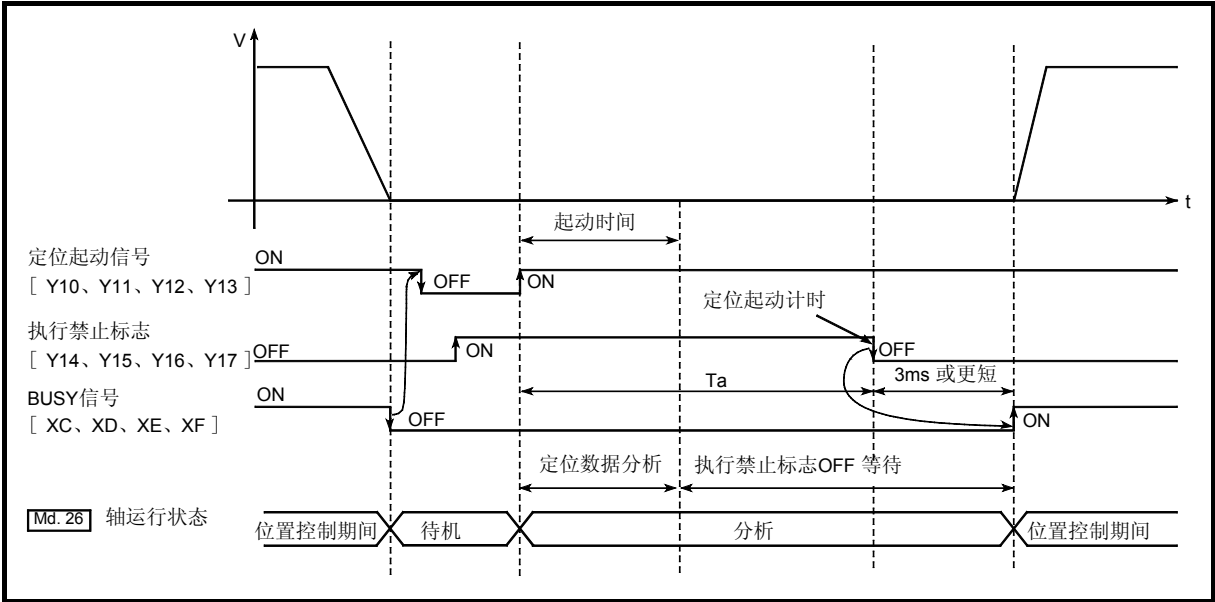
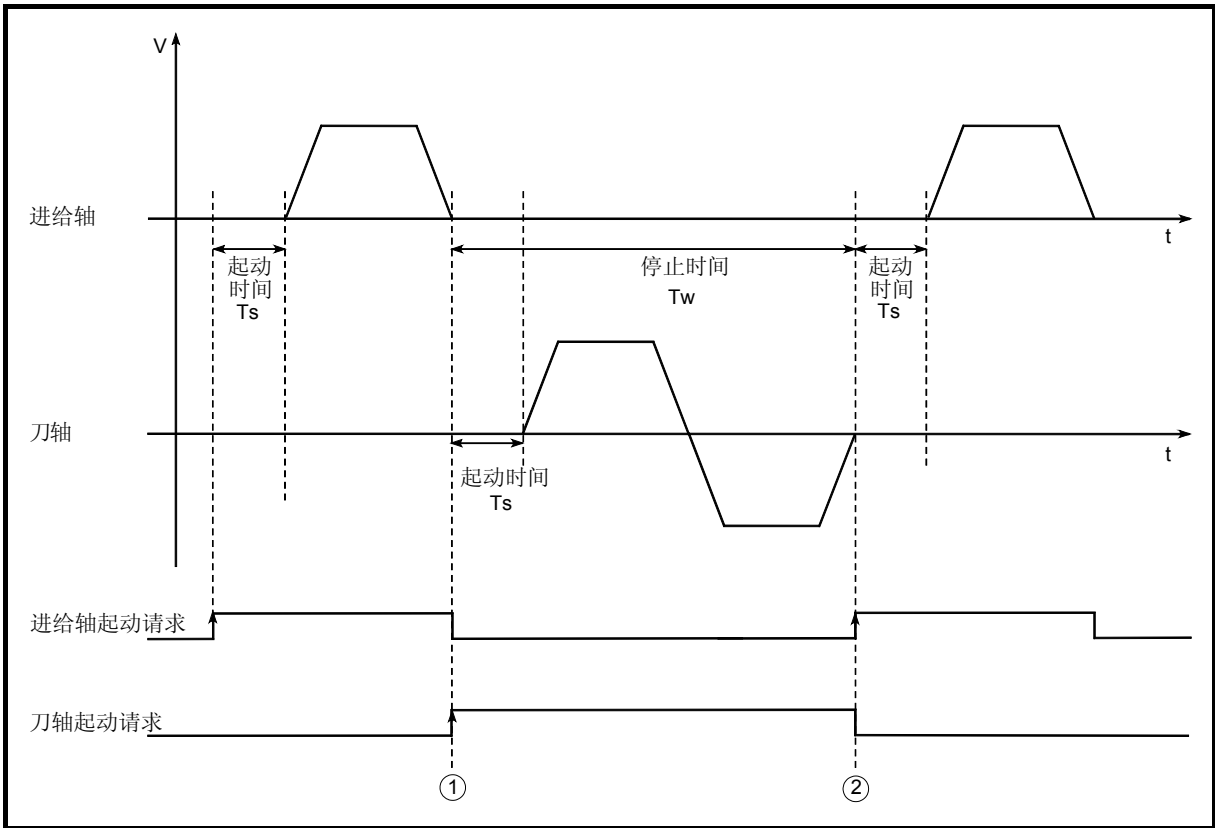

图 12.48 预读起动功能的运行
图 12.50 系统的运行时序示例
统相匹配的状态。（例如位置控制期间、速度控制期间）。（参考图 12.48）
把材料切割成固定尺寸。进给轴和刀轴的运行如图 12.50 中所示。
在图 12.50 中，停止时间 T_w 期间进给轴待机。因此，在停止时间 T_w 期间起动下一个数据的预读。如果 T_w 是一个特定周期时间，则在该周期时间中完成下一个数据的分析，并且系统处于执行禁止标志 OFF 等待状态中。因此，在顺控程序中，用执行禁止标志 OFF 代替②处的定位起动时间能够把从轴运行请求变成 ON 直到脉冲输出起动的时间减少到 3ms 以内。（参见图 12.48）
- (1) 分析定位数据需要的时间最多为 7ms。
- (2) 在定位数据分析后，系统进入执行禁止标志 OFF 等待状态。在执行禁止标志 OFF 等待状态中对定位数据进行的任何更改都不影响定位数据。在使定位起动信号变成 ON 前更改定位数据。
- (3) 如果执行禁止标志在定位起动信号变成 ON 和完成定位数据分析（Ta<起动时间，Ta：参考图 12.48）的中间变成 OFF，则预读起动功能无效。
- (4) 通过预读起动功能可以使用“[Cd.3] 定位起动编号”执行定位起动的数据只是编号 1 至 600。在设置 7000 至 7004 或 9001 至 9004 进行预读起动功能会导致超出起动编号范围出错（出错代码：543）。
- (5) 在使定位起动信号变成 ON 的同时或之前一定要使执行禁止标志变成 ON。在定位起动信号变成 ON 后如果 Ta 期间执行禁止标志变成 ON，则不能起动预读。如果用执行禁止标志 OFF 起动（脉冲输出）定位后执行禁止标志变成 ON，则预读起动功能无效。（在下次定位起动时使它有效。）